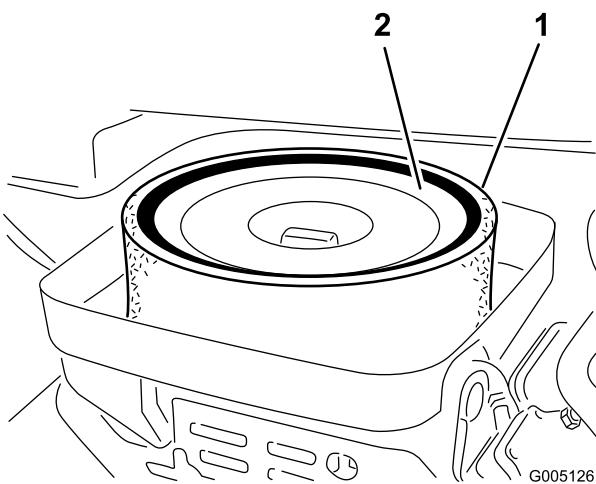

Figura 43
3. Se o elemento de esponja se encontrar sujo, deverá retirá-lo do elemento de papel (Figura 43). Limpe-o cuidadosamente, da seguinte forma: